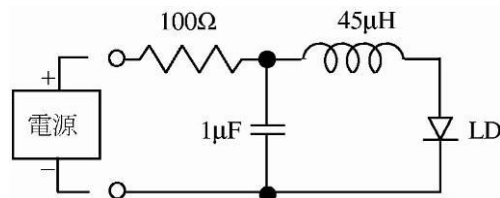

図 7 半導体レーザーを駆動するための回路
[課題3] 半導体レーザー (LD) の特性を調べる。使用する LD には、図 7 のような配線が既になされている。この回路に電源と電圧計、電流計を接続して、この回路を流れる電流とこの回路にかかる電圧を測定し、それらの値を使って、LD を流れる電流と、LD にかかる電圧を求めよ。(回路に印加される電圧から、抵抗による電圧降下分を差し引くことによって、LD にかかる電圧が求められる。) またその時の LD の光出力も同時に測定せよ。このとき、パワーメータの受光部を、LD の出力部になるべく近づけて、出力光のほとんどを受光するようにすること。
また、用意されている電圧計では測定可能な電圧が足りないので、この課題ではその代わりに電源回路の電圧表示を用いること。ただし図 7 中のコイルとコンデンサーは、LD への過電流防止のために挿入されているものであり、本実験のような直流電圧の印加時には、それぞれ、抵抗ゼロ、抵抗無限大と考えてよい。